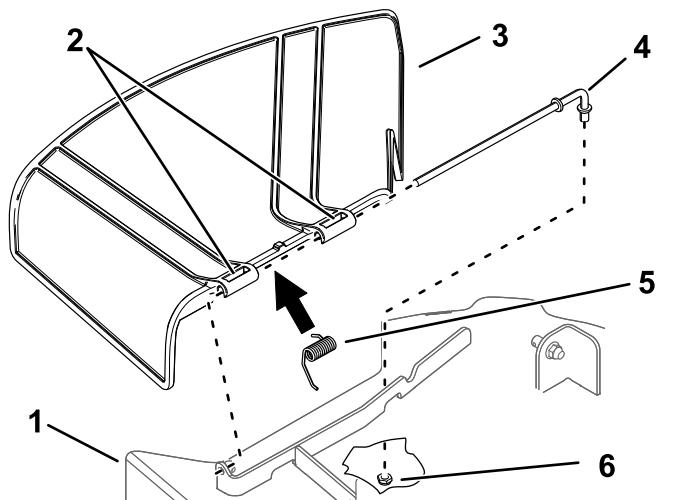

Figure 62
2. Sortez la tige de la courte cheville de positionnement, du ressort et du déflecteur d'herbe (Figure 62).
4. Montez le nouveau déflecteur d'herbe (Figure 62).
7. Insérez la tige dans le deuxième support du déflecteur d'herbe (Figure 62).
9. Fixez l'extrémité arrière de la tige dans le tablier de coupe à l'aide d'un écrou (3/8 po), comme montré à la Figure 62.
1. Retirez l'écrou (3/8 po) de la tige, sous le tablier de coupe (Figure 62).